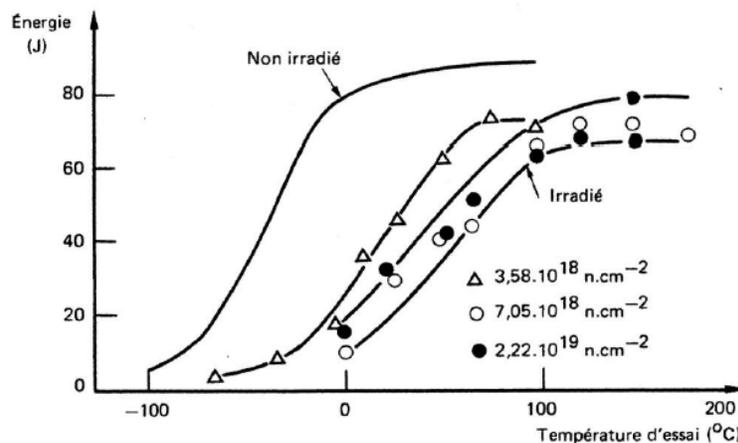

Figure 3 : Évolution de la résilience avec l'irradiation neutronique à 290°C au bout d'un temps d'irradiation identique ($n.cm^{-2}$ = neutrons par cm^2)
Question 5 (10 points) : La cuve d'une centrale nucléaire est un gros composant en acier situé au cœur du réacteur. Le cœur du réacteur est refroidi par l'eau du circuit primaire dont la pression est égale à 155 fois la pression atmosphérique. Cette eau entre dans la cuve à une température de l'ordre de 290 °C et en ressort à environ 325 °C en évacuant l'énergie thermique produite dans le cœur. La cuve d'un réacteur à eau sous pression est donc soumise aux conditions de pression et de température du circuit primaire, ainsi qu'à l'irradiation neutronique engendrée par les réactions nucléaires qui se produisent dans le cœur. Son suivi en service fait l'objet de dispositions de contrôle particulièrement exigeantes. La Figure 3 présente la courbe de résilience (énergie absorbée) en fonction de la température de l'acier utilisé pour la fabrication des cuves.
g) En moyenne tous les 10 ans les réacteurs sont arrêtés et refroidis pour inspection. Or, après 20 ans en service, on observe que la courbe de résilience de l'acier est celle de la Figure 3 pour l'irradiation neutronique maximale (i.e. 2,22x10¹⁹ n.cm⁻²).